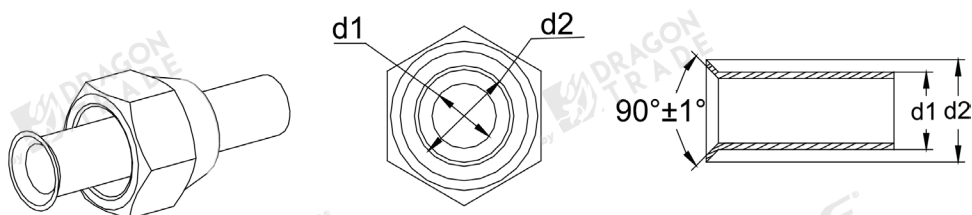

Fig. 4.3.2.1
- (1) Utilice un cortatubos para cortar el tubo de conexión en caso de que no tenga forma.
- (2) Mantenga el tubo hacia abajo para evitar que se introduzcan restos de corte en el tubo. Elimine las rebabas después del corte.
- (3) Retire la tuerca abocinada que conecta el tubo de conexión interior y la unidad exterior. A continuación, utilice la herramienta de abocardado para fijar la tuerca abocinada en la tubería (como se muestra en la Fig. 4.3.2.1).
- (4) Compruebe si la parte abocinada está abocinada uniformemente y si hay alguna grieta.